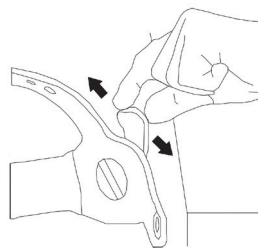

рис. 6
6.2 На боковой стороне щитка находятся фиксированные отверстия. Настройте угол поля зрения путем регулировки положения фиксатора в отверстиях (рис. 6).